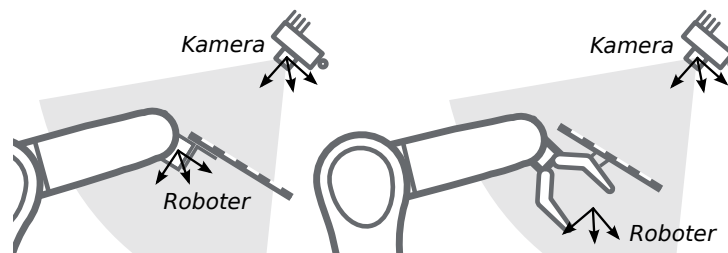

Abb. 6.23: Alternative Montageoptionen für die Befestigung des Kalibrieramusters am Roboter
6.22 und Abb. 6.23 angegeben, angebracht werden.
Bemerkung: Für das Modul zur Hand-Auge-Kalibrierung spielt es keine Rolle, wie das Kalibriermuster in Bezug auf das benutzerdefinierte *Roboter*-Koordinatensystem genau angebracht und positioniert wird. Das bedeutet, dass die relative Positionierung des Kalibrierusters zu diesem Koordinatensystem weder bekannt sein muss, noch für die Kalibrierroutine relevant ist (siehe in Abb. 6.23).